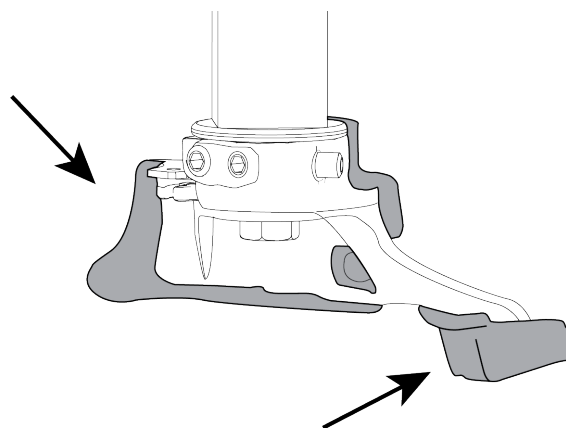

Fig. 22: Aplicar las Conjunto de plástico
2. Ajustar la posición del casquillo de guía con 4 posiciones (fig. . 22) según la anchura del neumático (ver Tab. 5).